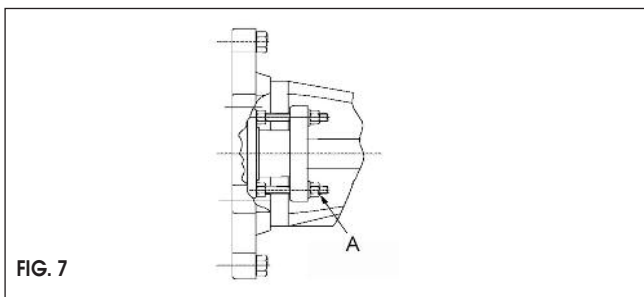

FIG. 7
10. Se necessario, il premistoppa del premistoppa può essere leggermente riserrato con l'ausilio di dadi (**A FIG. 7**).